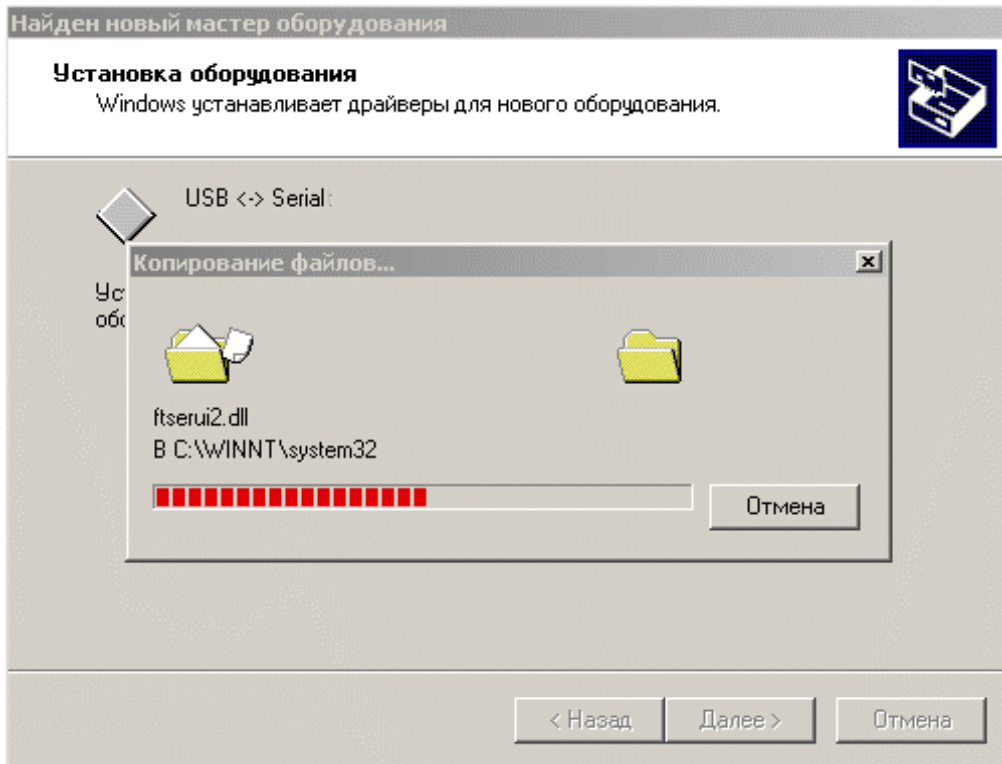

Рисунок 12 – Копирование файлов
4) После того, как операционная система выдаст сообщение о нахождении драйвера и готовности к установке (см. рисунок 11), нажмите кнопку **Далее >**, после чего начнется установка ПО. Процесс копирования файлов отображается в окне «Копирование файлов» (см. рисунок 12).